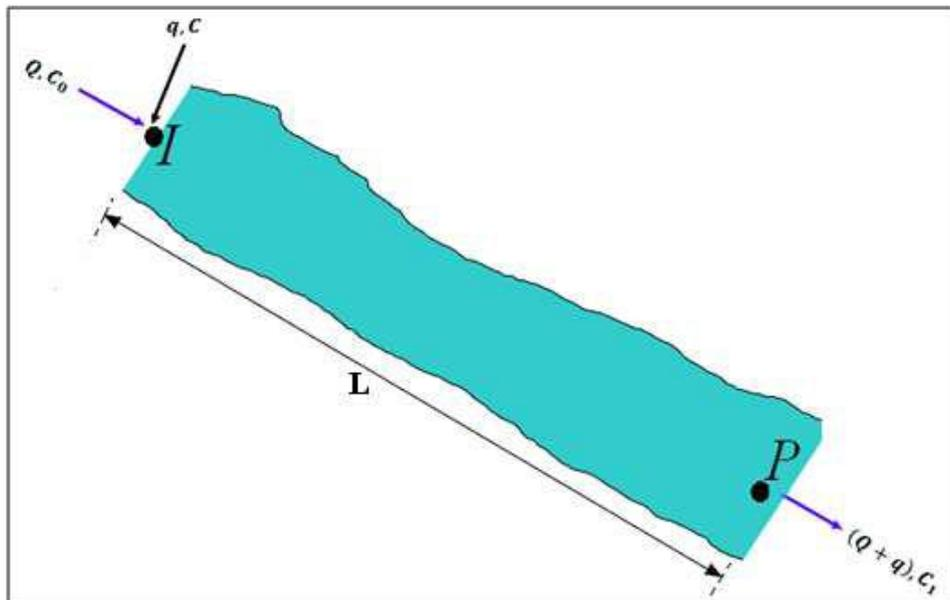

Fig.8 Injection à débit constant.
2.2.3.1 Cas d'injection à débit constant (Fig.8) : le débit est supposé constant le long de la section concernée pendant la durée de la mesure. Le débit est estimé par la relation suivante où le rapport C_1/C_2 représente la dilution :